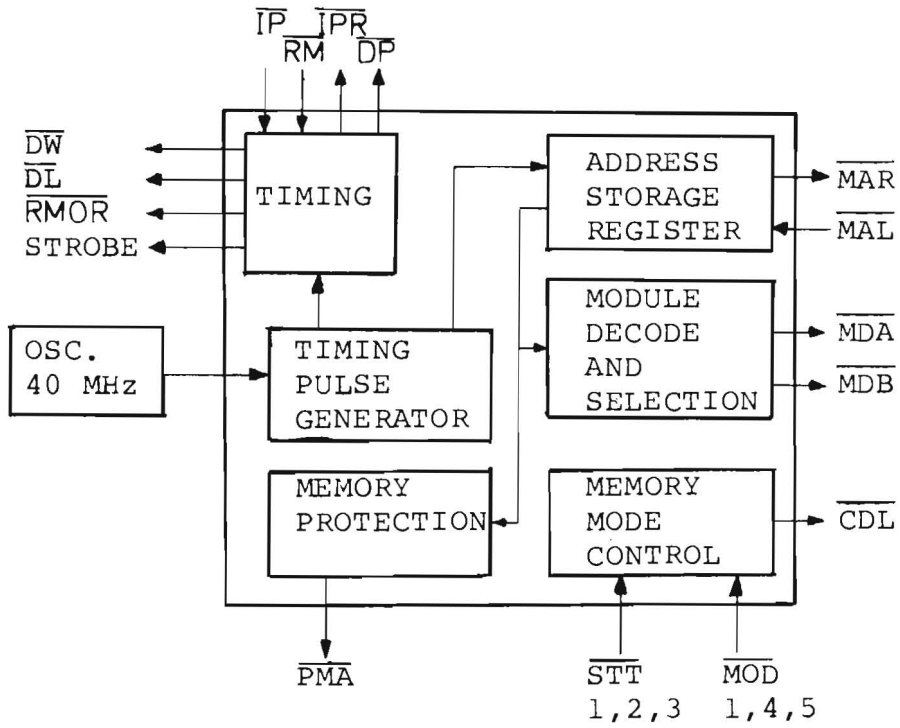

Bild 25. Minnets styrenhet "Timing and Control", blockschema
- Styrenhet "Timing och Control Card" (A7), se bild 25.